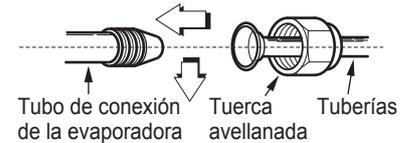

Fig.58
- Apriete suficientemente la tuerca avellanada con los dedos, después apriete con una llave inglesa y una llave de torsión como se muestra en la Fig.58 y 59